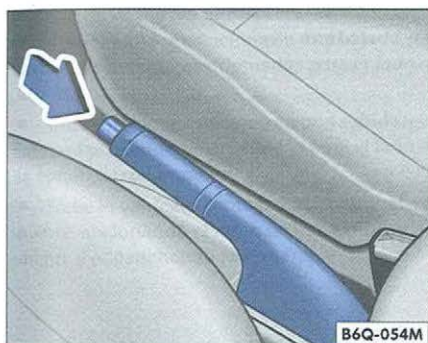

Fig. 107 Palanca del freno de mano localizada entre los asientos delanteros
- Tire firmemente la palanca ⇒ fig. 107.
- Levante ligeramente la palanca, presione el botón de bloqueo ⇒ fig. 107 - flecha - y baje la palanca hasta el tope ⇒ .